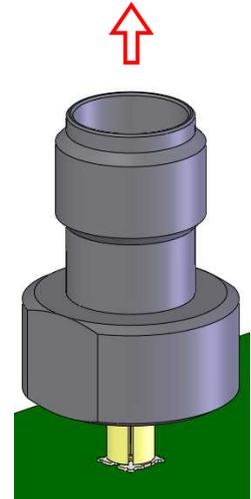

Fig. 10 ③ 検査アダプタを垂直に引き上げる
- ③ 抜去する際は、基板を抑え、Fig. 10 のように検査アダプタを垂直に引き上げて下さい。